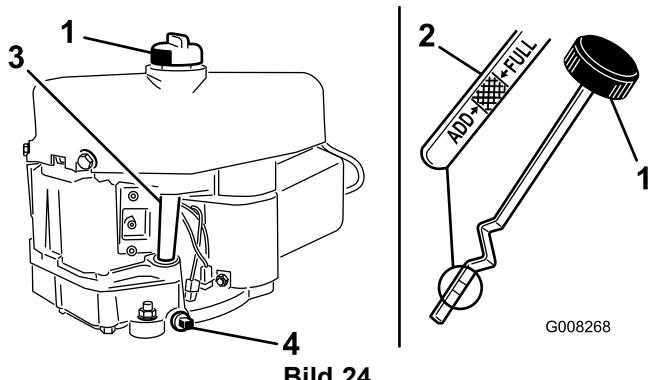

Bild 24
8. Schrauben Sie den Ölpeilstab los und wischen Sie das Metallende ab (Bild 24).
9. Schrauben Sie den Ölpeilstab vollständig in den Einfüllstutzen (Bild 24).
7. Reinigen Sie den Bereich um den Ölpeilstab (Bild 24), damit kein Schmutz in den Einfüllstutzen gelangen und den Motor beschädigen kann.
9. Nehmen Sie die Ölabblassschraube ab, damit das Öl ablaufen kann (Bild 24).
11. Reinigen Sie den Bereich um den Ölpeilstab und drehen den Verschlussdeckel ab (Bild 24).
12. Gießen Sie ca. 80 % der angegebenen Ölmenge langsam in den Einfüllstutzen (Bild 24).